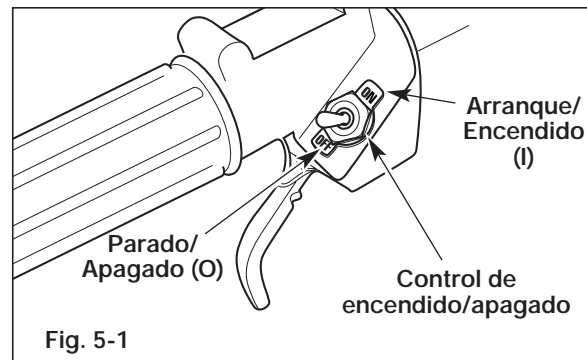

Fig. 5-1
2. Ponga el Control de encendido y apagado en la posición Arranque/Encendido [I] (Fig. 5-1).